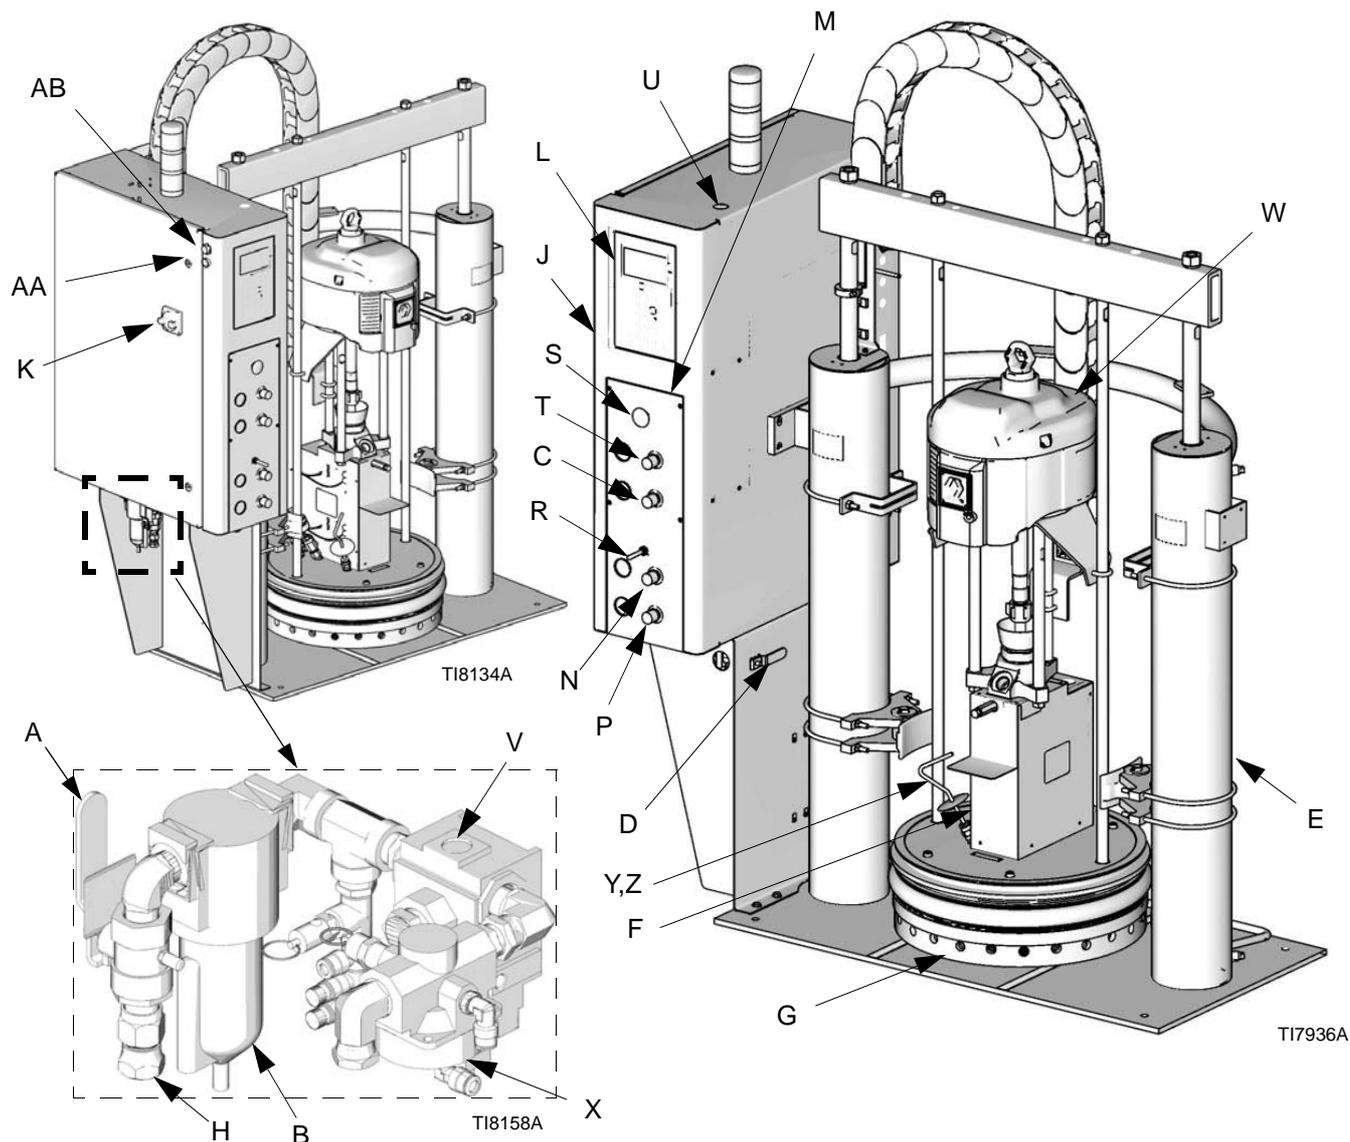

Рис. 1: Идентификация компонентов оборудования
Перед установкой системы необходимо ознакомиться со всеми ее компонентами. Компоненты системы Therm-O-Flow см. на Рис. 1.
В комплект поставки устройства входят указанные далее компоненты. См. Рис. 1.
Пневматическая панель управления состоит из следующих компонентов. См. Рис. 1.
Для получения более подробной информации см. Рис. 1 на стр. 9. Модуль состоит из следующих компонентов.
- Главный воздушный клапан системы (стравливающего типа) (D) используется для перекрытия подачи воздуха на всю систему подачи.
- В комплекте вашей системы также поставляется главный воздушный клапан пневматического двигателя (стравливающего типа) (D) для выпуска воздуха, который скапливается между ним и пневматическим двигателем, когда клапан находится под напряжением (см. предупреждение выше). К этому клапану стравливающего типа должен быть обеспечен легкий доступ. Он должен быть расположен ниже регулятора давления воздуха.
- Регулятор давления воздуха в пневматическом двигателе (C) контролирует давление на выпускном отверстии насоса путем регулирования давления воздуха, подаваемого на пневматический двигатель. Он находится на пневматической панели управления.
- Электромагнитный клапан пневматического двигателя, см. Рис. 1 на стр. 9, буква (X), способствует задержке запуска, чтобы позволить материалу тщательно нагреться.